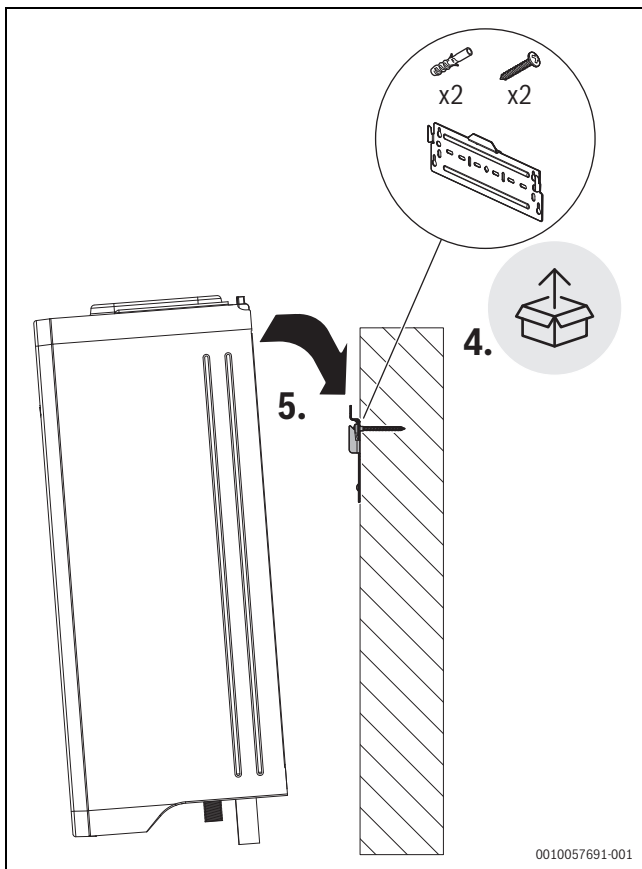

Bild 10 Wandhalter
5. Gerät in den Wandhalter einhängen (Fig. 10).